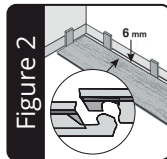
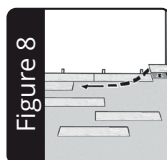

Figure 2
Figure 8
2. Die Verlegung sollte in einer Ecke begonnen werden (linksseitig) und mit der Nut zur Wand. Beachten Sie einen Randabstand von 6mm, um Bewegungen des Unterbodens auszugleichen (Abbildung 2).
ANMERKUNG: Achten Sie beim Kürzen von SLY Paneelen darauf, dass Sie immer die kurze Seite mit der Feder abschneiden (Abbildung 2). Das verbleibende Stück kann dann am anderen Raumende verwendet werden um die Reihe abzuschliessen (Abbildung 8), sofern die Grundfläche dies zulässt.
- 2.** Installation should start in a corner (left hand) and proceed from the wall with the tongue facing the wall. Allow a minimum gap of 6 mm for subfloor movement which can be covered by molding (Figure 2).
NOTE: When cutting SLY for length, be sure to always cut the short side of the plank with the groove edge (Figure 2). The remaining piece can then be used on the opposite side of the room, at the end of that row (Figure 8) if layout permits.